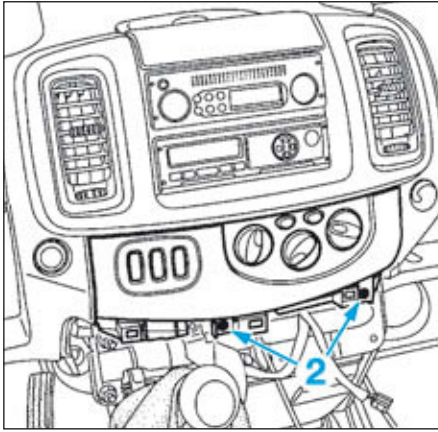

FIG.62
- les vis (2) du panneau de commande de chauffage (Fig.62),